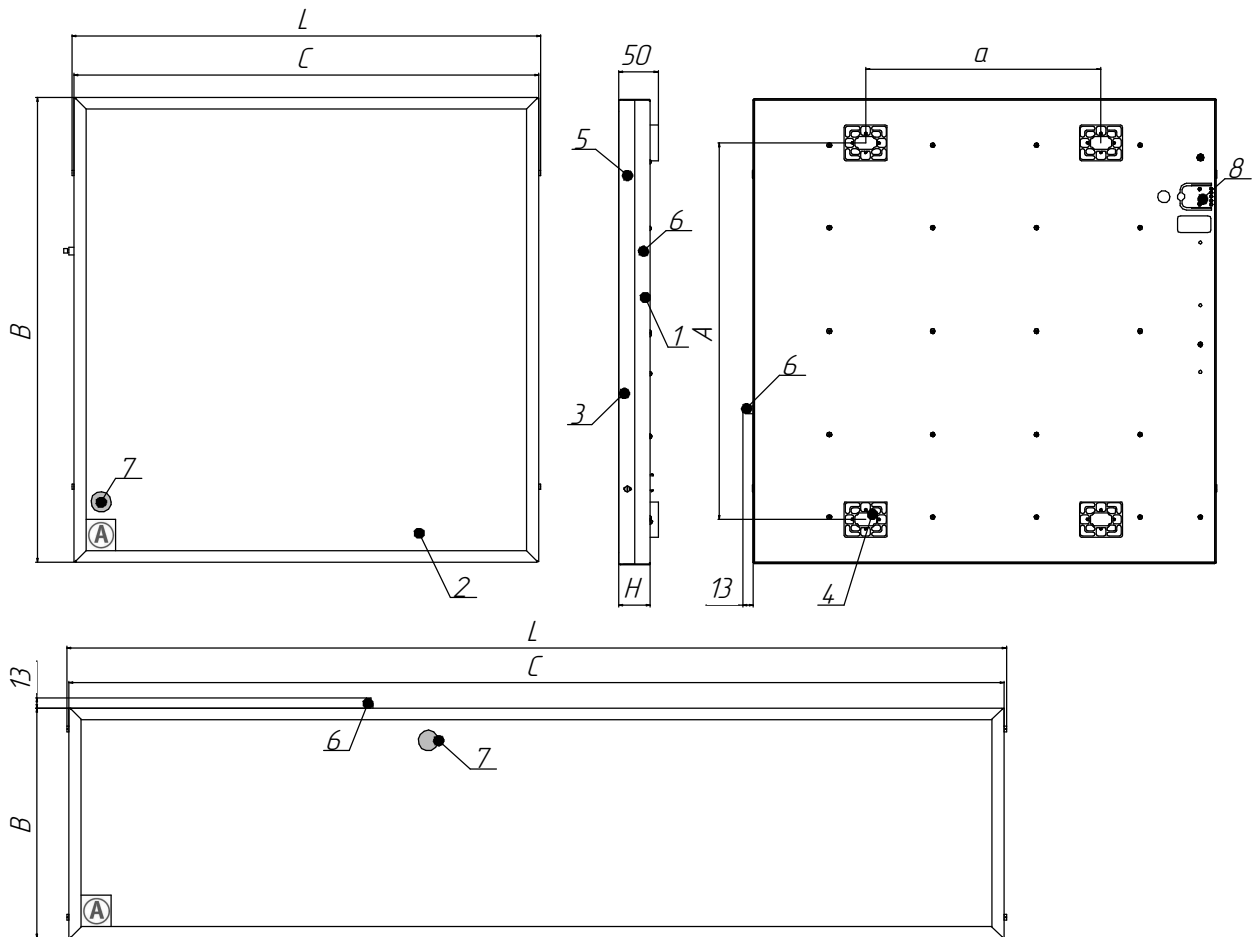

Рисунок 1 - Общий вид светильников
1) Снимите боковую планку поз.3, отвернув удерживающие ее винты поз.5 (см. рисунок 1).
2) Снимите рассеиватель поз.2, выдвинув его со стороны боковой планки (см. рисунок 1).
5.6 Подайте напряжение питания по некоммутируемой сети освещения. Индикатор заряда должен зажегся (см. рисунок 1, поз.7). Если индикатор заряда не зажегся, то необходимо проверить правильность подключения светильника. Затем подайте напряжение питания по коммутированной сети освещения. Если светильник не светит, то так же проверьте правильность его подключения.
Кнопка "Тест": выключите светильник. Зажмите кнопку на торце светового прибора (см. рисунок 1, поз. 6). Источник питания светильника переключится в аварийный режим, напряжение на светодиодные модули будет подаваться от аккумулятора. Для возврата в рабочий режим, отпустите кнопку ручного